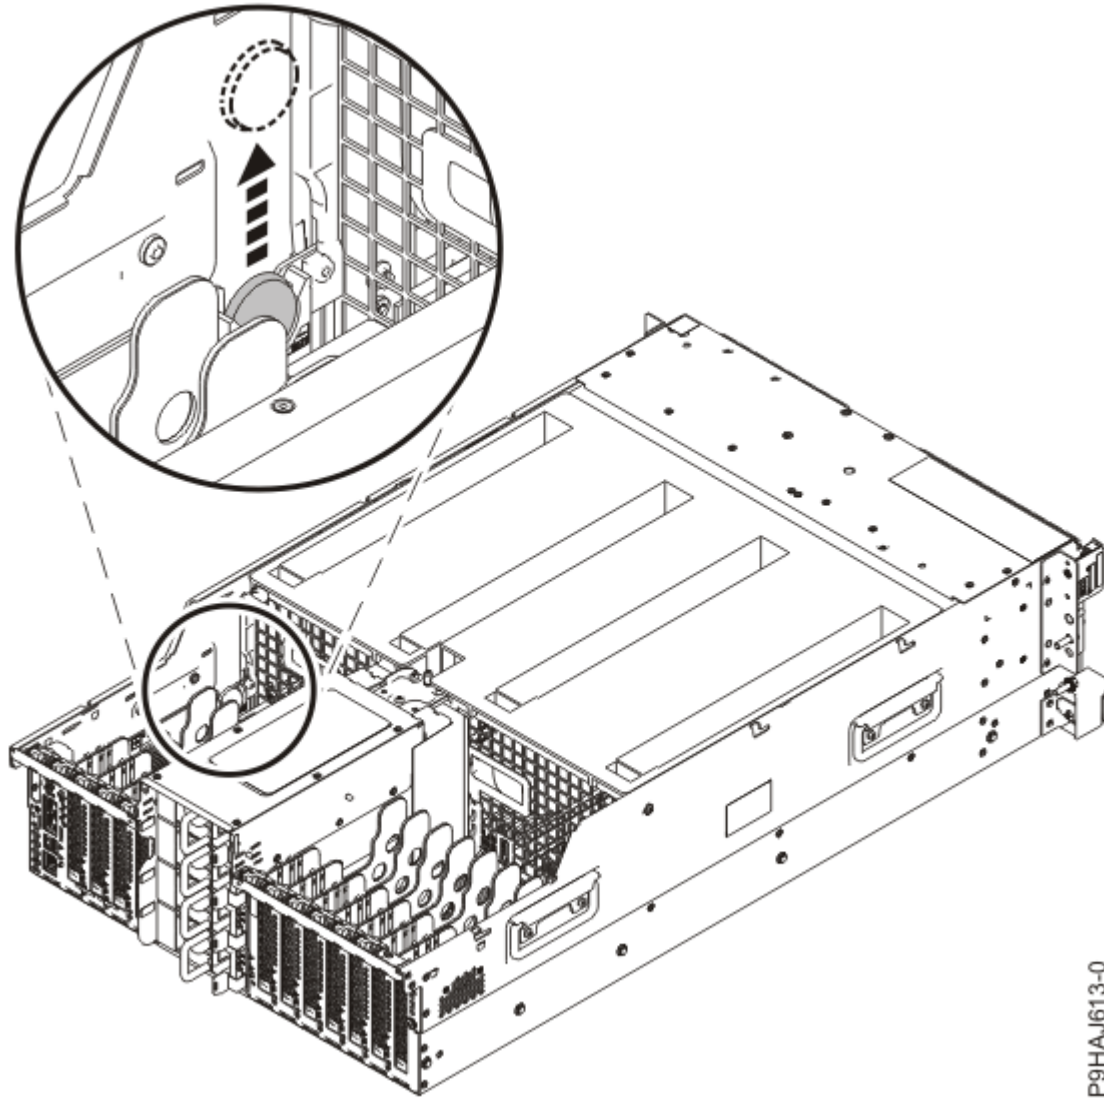
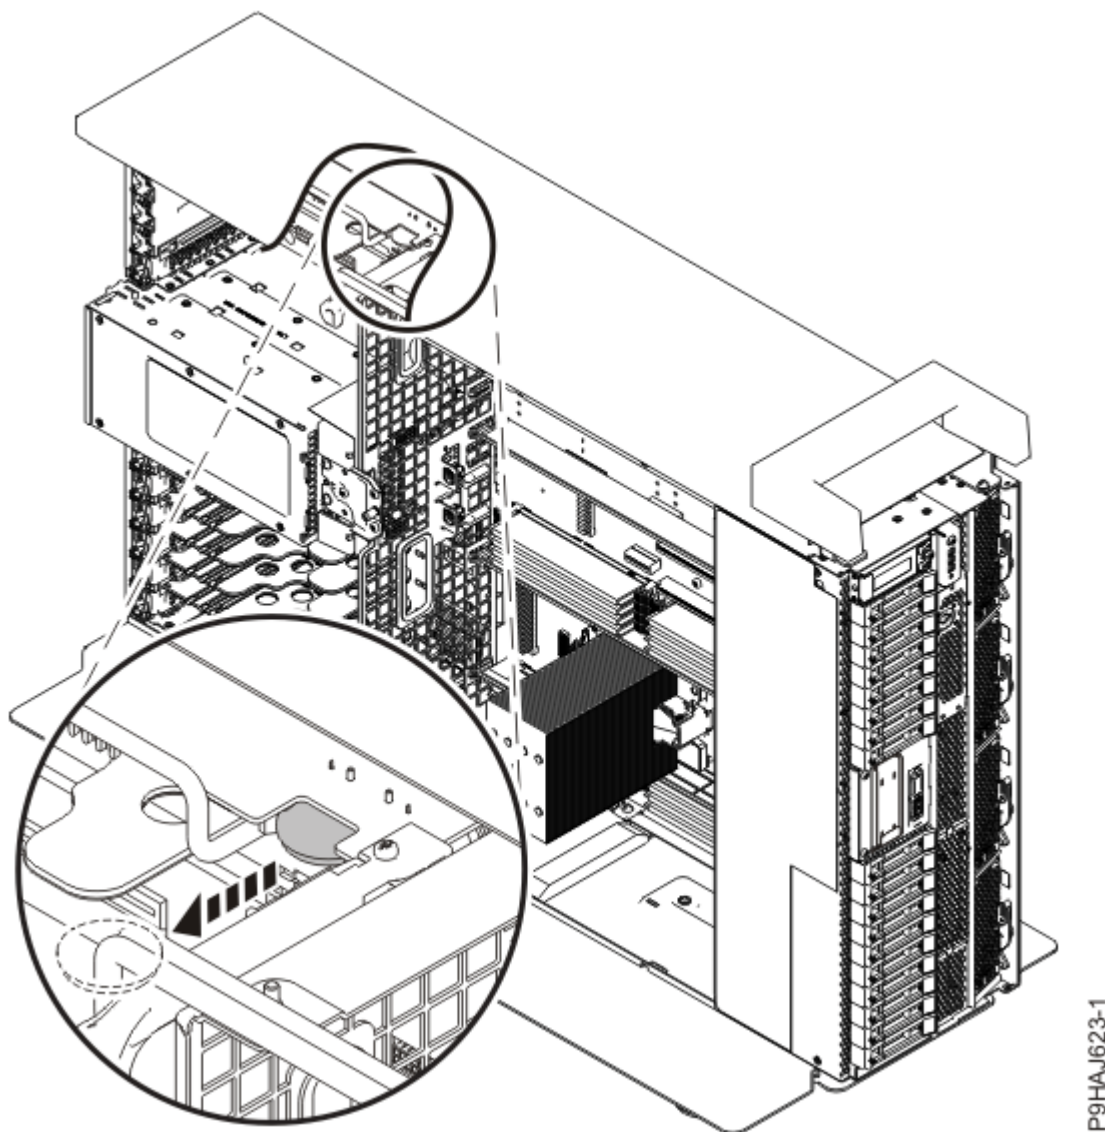

Figura 7. Extracción de la batería de hora del día de un sistema montado en bastidor
Figura 8. Extracción de la batería de hora del día de un sistema autónomo
2. Sujete la batería de hora del día y tire de ella para sacarla de la ranura en la ubicación P1-C1-E1 de la tarjeta del procesador de servicio tal como se muestran en la Figura 7 en la página 10 y la Figura 8 en la página 11.